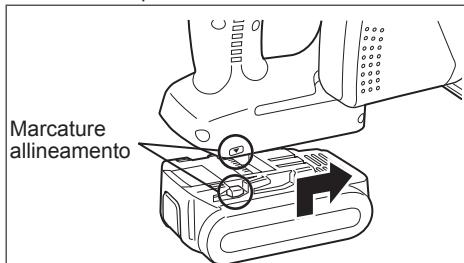

Fig. 2
- Per collegare il pacco batteria (Vedere la fig. 2)